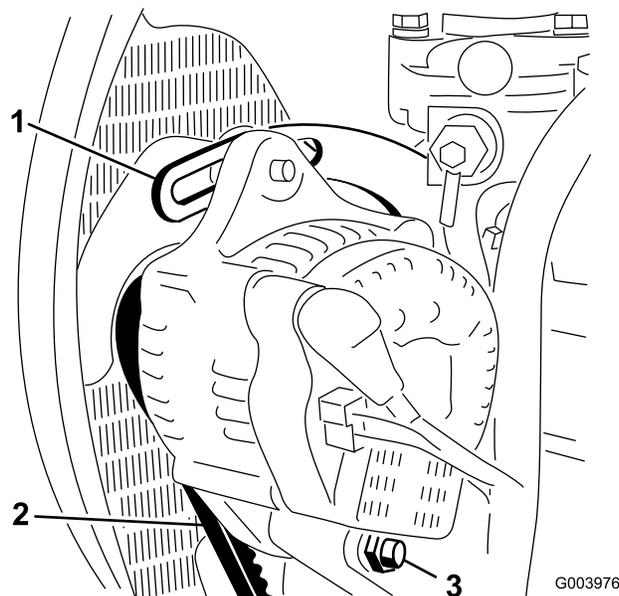

Figure 77
2. Contrôlez la tension de la courroie d'alternateur (Figure 77) en exerçant une force de 10 kg à mi-distance entre les poulies d'alternateur et de vilebrequin.
3. Desserrez le boulon de fixation du renfort au moteur (Figure 77), le boulon de fixation de l'alternateur au renfort et le boulon de pivot.